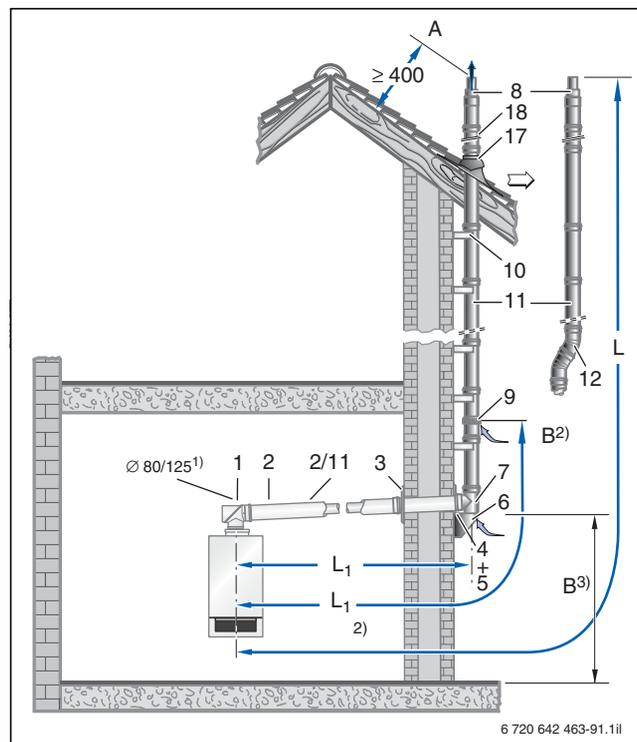
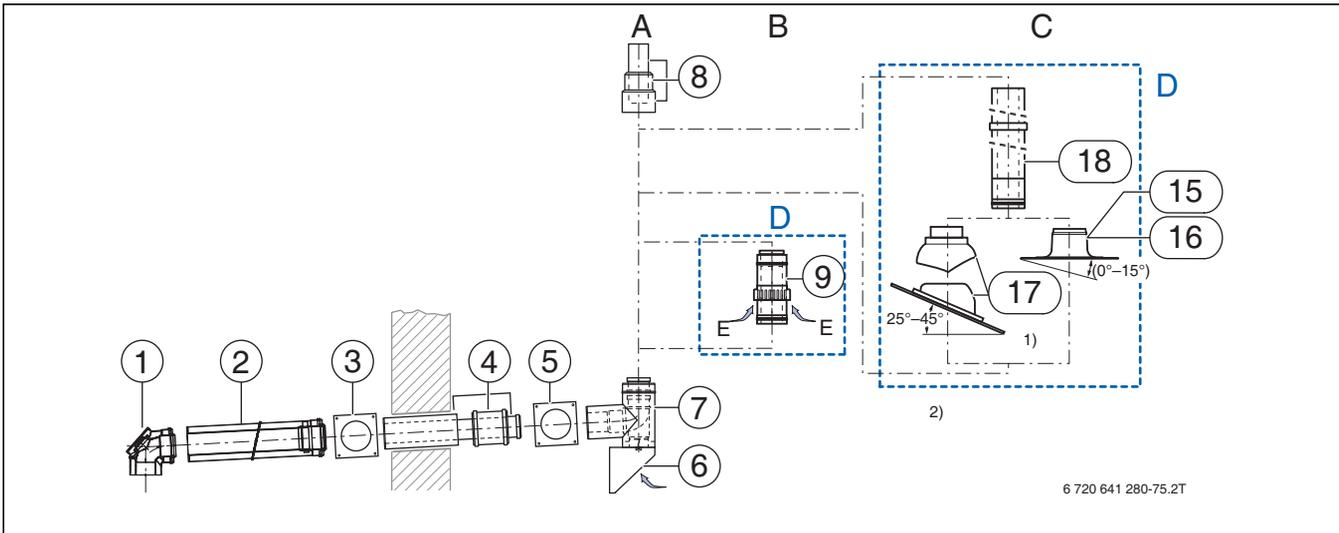

Bild 167 Montagevariante mit dem Bausatz GAF-K (Maße in mm)
Bild 168 Bauteile des Grundbausatzes GAF-K aus Kunststoff
Tab. 80 wandhängende Geräte; Maximal zulässige Gesamtbau-länge der Abgasleitung (→ Bild 167)
Tab. 81 bodenstehende Geräte; Maximal zulässige Gesamtbau-länge der Abgasleitung (→ Bild 167)
Für das Ansaugen der Verbrennungsluft in Höhe der Mauerdurchführung muss sich das Zuluft-T-Stück mindestens 30 cm über dem Erdboden befinden. Geografisch bedingt ist auch die Schneehöhe zu berücksichtigen. Die Luftansaugung muss auf jeden Fall über der zu erwartenden Schneehöhe liegen. Ist diese Bedingung nicht erfüllt, kann alternativ die Verbrennungsluft über den konzentrischen Zuluftstutzen angesaugt werden, der in die Luft-Abgas-Leitung an der Fassade einzubauen ist (→ Bild 168, Zuluft alternativ).
Die Luft-Abgas-Leitung an der Fassade kann durch die Dachtraufe geführt werden (→ Bild 167). Dafür sind als Zusatzausstattung die konzentrische Dachdurchführung und entweder ein Flachdach-Klebeflansch oder Universaldachpfannen mit Regenkappe erforderlich (→ Bild 168, Dachdurchführung).
- C Dachdurchführung (→ Bild 167)